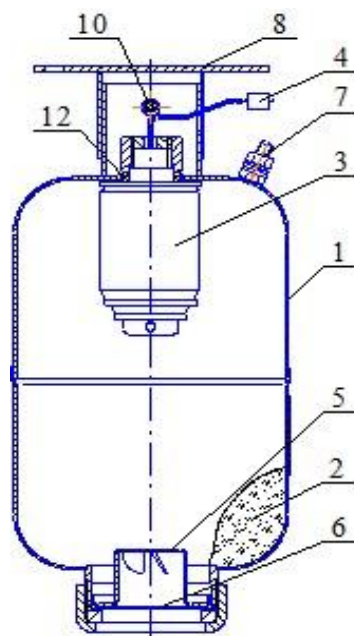
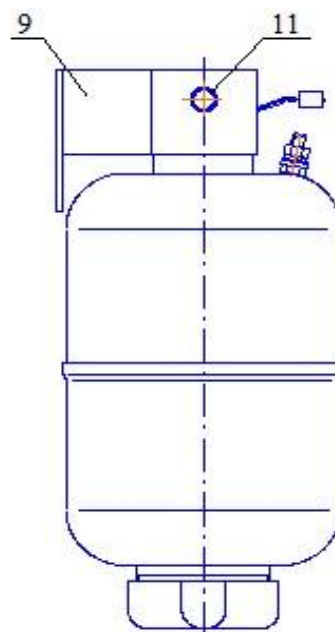
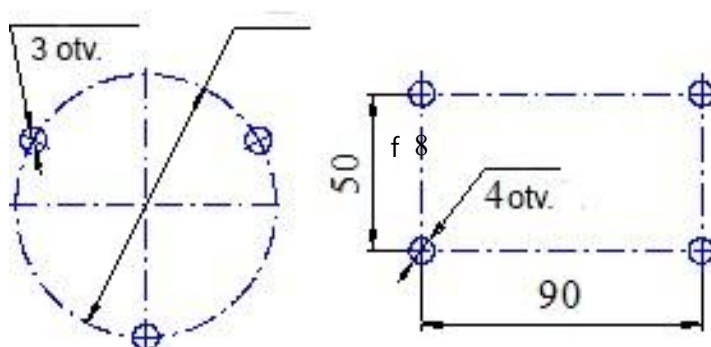
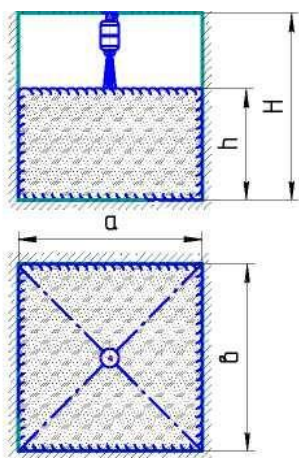

Bild 1
Bild 2
Bild 3
Bild 4
4.1 MPH (Bild 1. und Bild 2.) besteht aus dem Druckkörper **1**, der folgendes beinhaltet: Löschpulver (HP) **2** und Kaltgasgenerator (GSP) **3** mit Elektrozünder **4**. In der vorderen Seite der Haube befindet sich der Zerstäuber Einsatz **5**, sowie die Ausgangsöffnung, die mit einer Membrane abschließt **6**. Das Modul ist ausgerüstet mit einer Erdungsklemme **7**. Der obere Teil des MPH ist ausgerüstet mit einem Halter **8**, der bestimmt ist für die Deckenbefestigung (Bild 1) oder Halter **9**, der bestimmt ist für die Wandbefestigung (Bild 2).
6.2 Die Aufhängung 8 kann unter der Decke (Bild 1) oder die Aufhängung 9 (Bild 2) kann an der Wand angebracht werden. Bitte markieren Sie die Stellen für die Befestigung der Aufhängung wie auf dem (Bild 3) und an der Wand gem. (Bild 4) dargestellt.
6.6 Die Konfiguration der Pulverausbreitung und die Darstellung der Löschflächen bei der Deckenbefestigung ist auf Bild 4 und den Tabellen 2 und 3, bei der Wandbefestigung auf Bildern 4, 5 und in die Tabellen 2, 3 dargestellt.